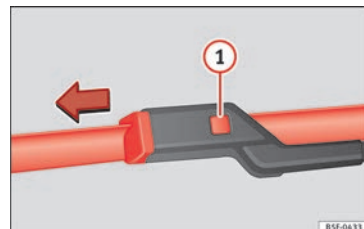

Bild 81 Byta vindrutans torkarblad
- Tryck och håll in frigöringsknappen » » **bild 81** ① och dra samtidigt försiktigt torkarbladet i pilens riktning.